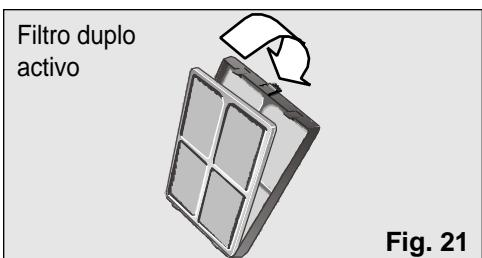

Fig. 21
Estes modelos levam incluído também um filtro duplo activo colocado dentro do filtro básico, Fig. 21.
- ❑ Substituir o filtro duplo activo por outro novo no filtro base, tal como se mostra na Fig. 21.